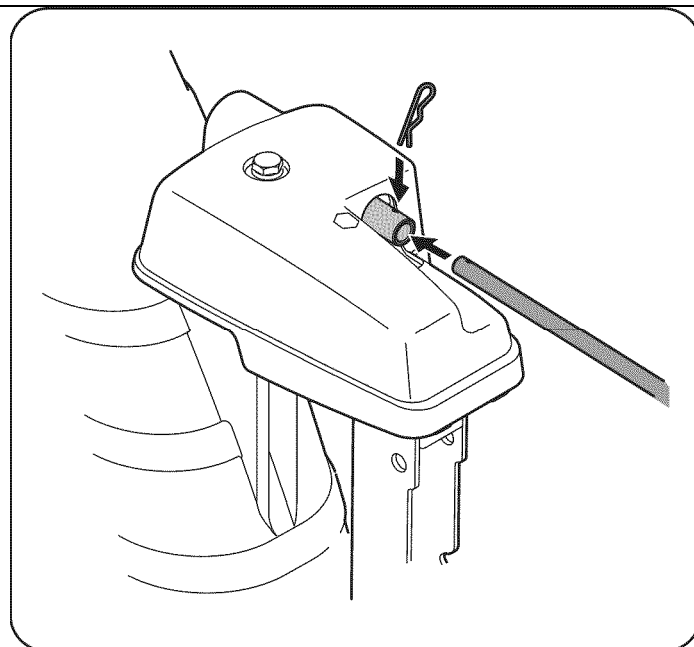

Рис. 7
9. Установите рычаг управления направлением желоба в управление желобом и зафиксируйте его ранее снятым шплинтом. (см. Рис. 7)